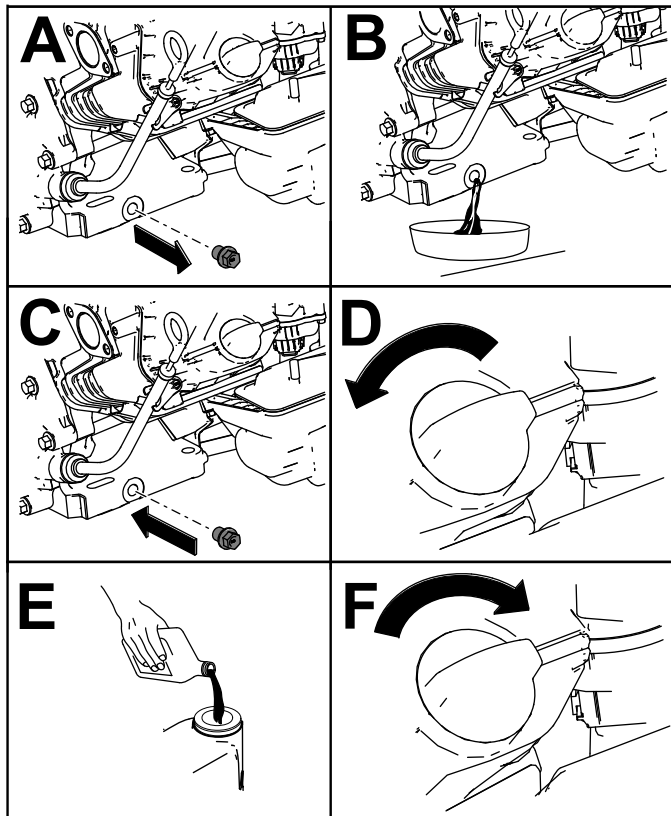

Figure 44
5. Vidangez l'huile moteur comme montré à la Figure 44.